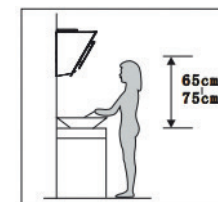

Imagen 1
2. La campana extractora debe colocarse a una distancia de 65-75 cm por encima de la superficie de cocción para obtener el mejor efecto. Consulte la imagen 1.